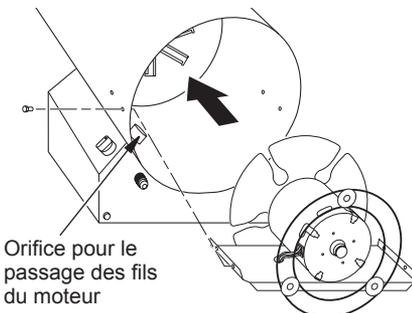

Figure 7 - Remplacement du moteur, du support du moteur et de la grille du ventilateur de l'appareil
- Acheminez soigneusement les fils du moteur à travers l'orifice de l'habillage (voir figure 7). Installez le moteur, le support du moteur et la grille de protection du ventilateur à l'arrière de l'habillage de l'appareil de chauffage.